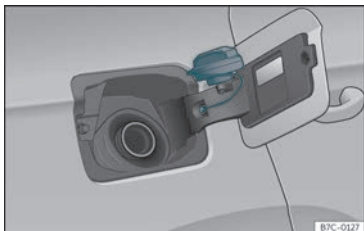

Fig. 199 Sportellino del serbatoio con all'interno il tappo.
- Collocarlo nello spazio della cerniera dello sportellino aperto»» **fig. 199**.